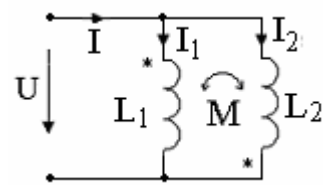

Рис. 74
53. Определить эквивалентное сопротивление двух параллельно соединенных катушек (рис. 74), если $\omega L_1=5$ Ом, $\omega M=1,5$ Ом, $\omega L_2=3$ Ом.